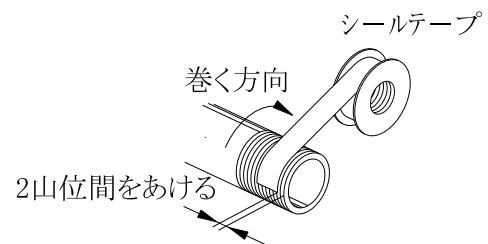

図8 シールテープの巻方
b) 配管や継手類をねじ込む場合には、配管ねじの切粉やシール材が配管内部へ入り込まないようにしてください。なお、シールテープを使用される時は、図8に示すようにねじ部を 1.5～2山残して巻いて下さい。